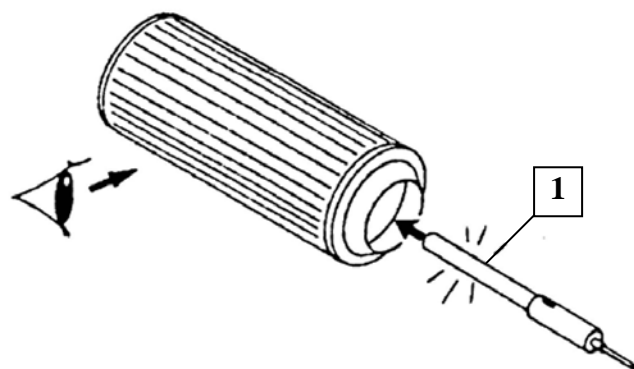

Рис. 7 Визуальный осмотр основного фильтрующего элемента
Каждую складку бумажного гофра с помощью подходящей лампы (1) нужно исследовать на наличие разрывов и отверстий (см. Рис. 7).